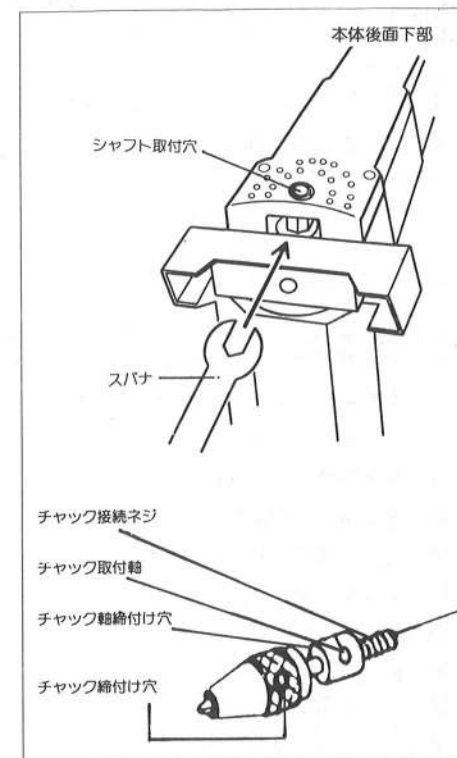

図11
■市販のフレキシブルシャフトを接続するときは、本機専用の接続チャックをご使用下さい（図11参照、チャック別売）